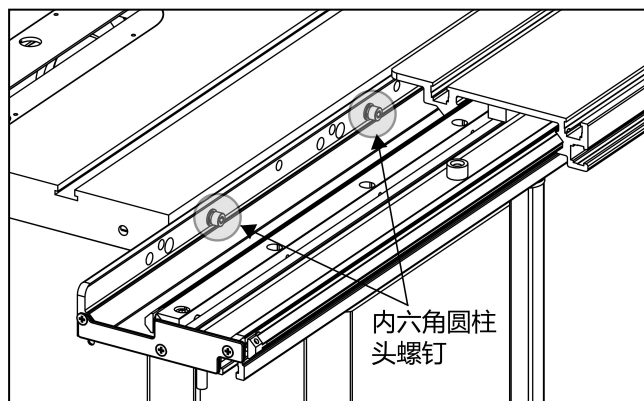

图 11
4. 拔出滑台下方的锁紧销，然后将滑台的上台面部分滑至一侧，露出两个安装孔，如图 11 所示。